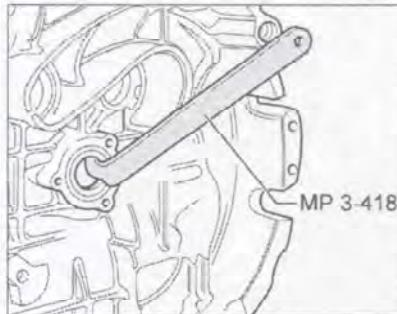

Рис. 7.212. С помощью рычага MP 3-418 извлеките изношенный сальник первичного вала.
60. С помощью рычага MP 3-418 извлеките изношенный сальник первичного вала (рис. 7.212).